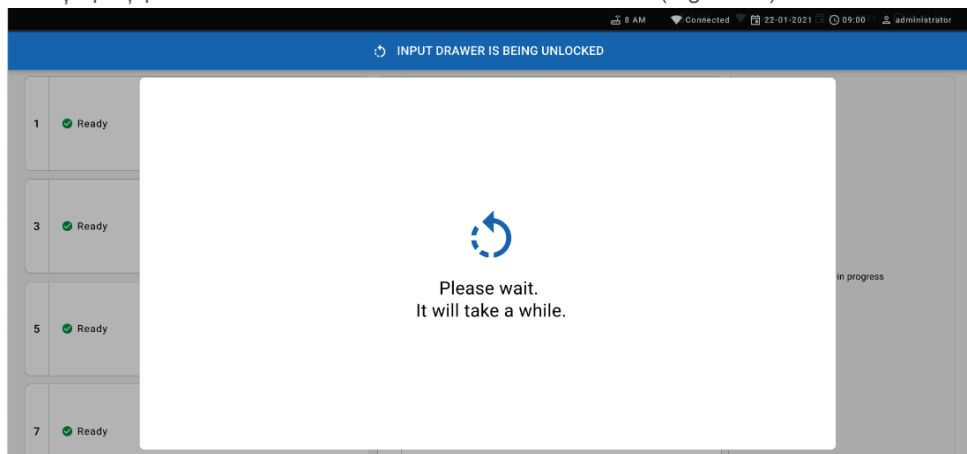

Figura 54. Casetă de dialog de așteptare a tăvii de introducere.
- Așteptați până când sertarul de introducere este deblocat (Figura 54).